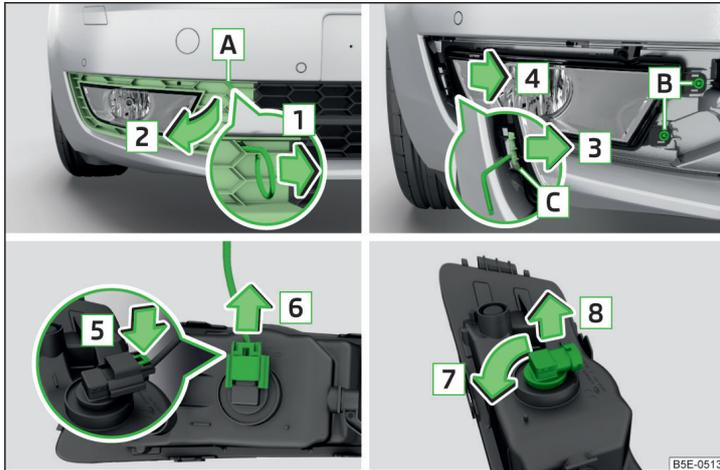

Abb. 334 Nebelscheinwerfer herausnehmen / Glühlampe wechseln - Variante 1
- In die Öffnung **A** » Abb. 334 den Bügel zum Abziehen der Radvollblenden einführen.
- Durch Ziehen am Haken in Pfeilrichtung **1** das Schutzgitter in Pfeilrichtung **2** abnehmen » Abb. 334.
- Den Nebelscheinwerfer entgegen der Pfeilrichtung **4** » Abb. 334 einsetzen und festschrauben.